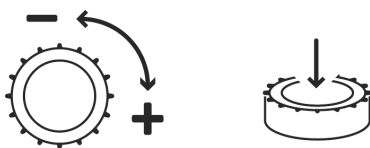

Abb. 5: Manopola
- Il display LC mostra lo stato della pompa, delle valvole e del regolatore. Mediante la manopola è possibile selezionare i menu e i parametri da inserire. Per modificare i valori e per sfogliare i menu la manopola deve essere ruotata (Fig. 5). Per selezionare e confermare deve invece essere premuta.